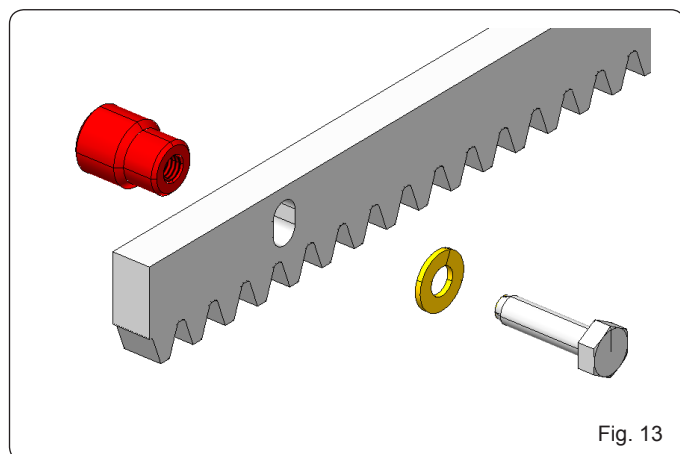

Fig. 13
5.4.1 WELD-ON STEEL RACK (Fig. 13)